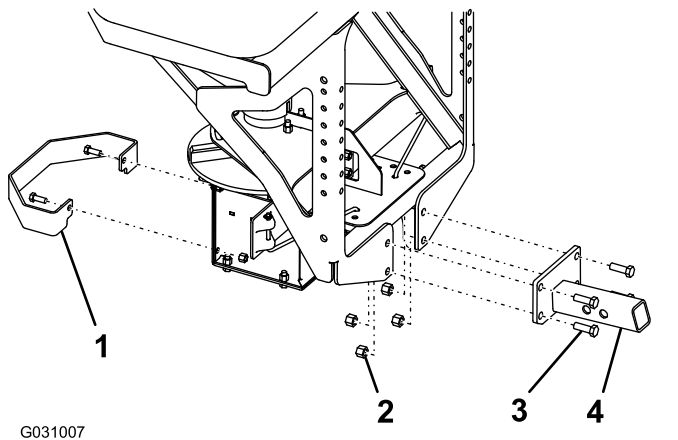

Figure 4
1. Montez l'accouplement coulissant sur l'épandeur à l'aide de 4 boulons ($\frac{1}{2}$ po) et contre-écrous ($\frac{1}{2}$ po), et serrez les boulons à 76 N·m (56 pi-lb) comme montré à la Figure 4.
2. Montez la protection du distributeur sur l'épandeur à l'aide des 2 boulons ($\frac{3}{8}$ po) et contre-écrous ($\frac{3}{8}$ po) existants, puis serrez les boulons à 27 N·m (19,7 pi-lb) comme montré à la Figure 4.